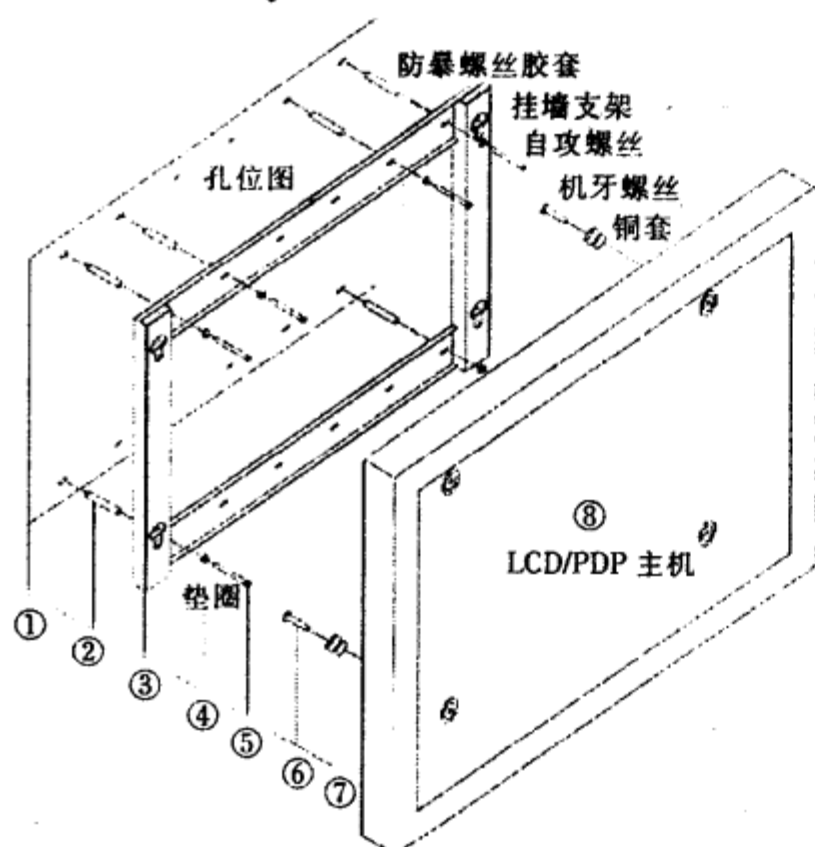

图5
A.30寸以上LBA系列液晶电视的安装图示如图5所示。
A.43PCAHV等离子电视安装孔位示意图如图5所示。